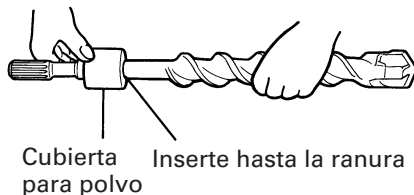

Fig. 2
6. Instalación de la cubierta para polvo (Fig. 2)